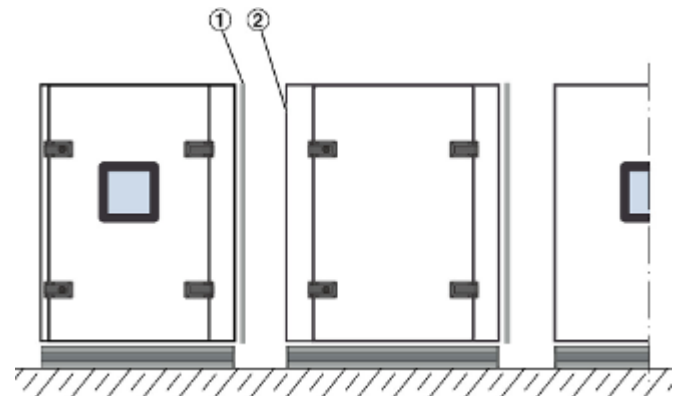

Abb. 11: Dichtungen an den RLT-Bauteilen
- 1 ▶ Die RLT-Bauteile am Montageort entsprechend Montager Reihenfolge so nah wie möglich zusammenstellen, Abb. 11 Hierbei auch die örtlichen Schnittstellen z.B. zu Kanal- und Wasseranschlüssen beachten.
- 3 ▶ An den Verbindungsstellen der RLT-Bauteile sind umlaufende Dichtungen (Abb. 11 /1) angebracht. Die Dichtung befindet sich jeweils nur an einem RLT-Bauteil, das daran anzuschließende Bauteil besitzt keine Dichtung (Abb. 11 /2).